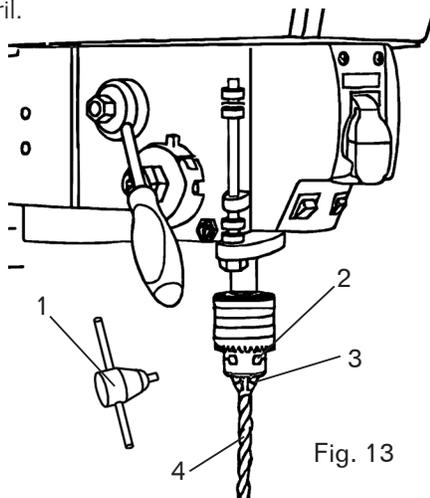

Fig. 13
INSTALACIÓN DE UNA BROCA (FIG. 13)
1. Coloque la llave del portabrocas (Fig. 13 - 1) en el ojo de cerradura lateral del portabrocas (Fig. 13 - 2), engranando la llave con los dientes del engranaje.
2. Gire la llave del portabrocas en sentido antihorario para abrir las mordazas del portabrocas (Fig. 13 - 3).
3. Inserte una broca (Fig. 13 - 4) en el mandril lo suficiente para obtener el máximo agarre de las mordazas del mandril en el vástago de la broca.